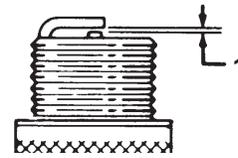

Figura 33
6. Regolate la distanza tra gli elettrodi sulla candela a 0,76 mm, come illustrato nella Figura 33.